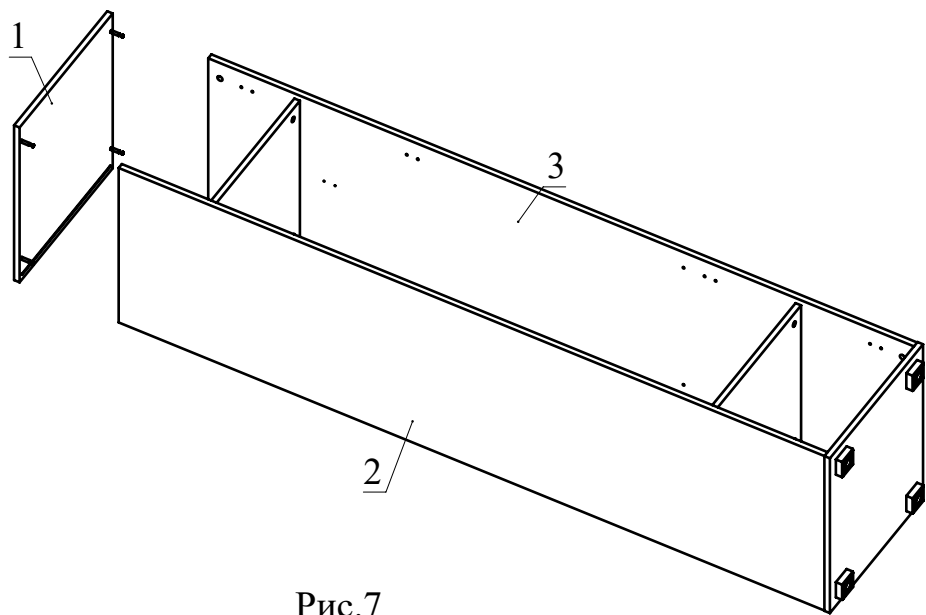

Рис.7
9. Соберите сборку согласно схеме (Рис. 7).